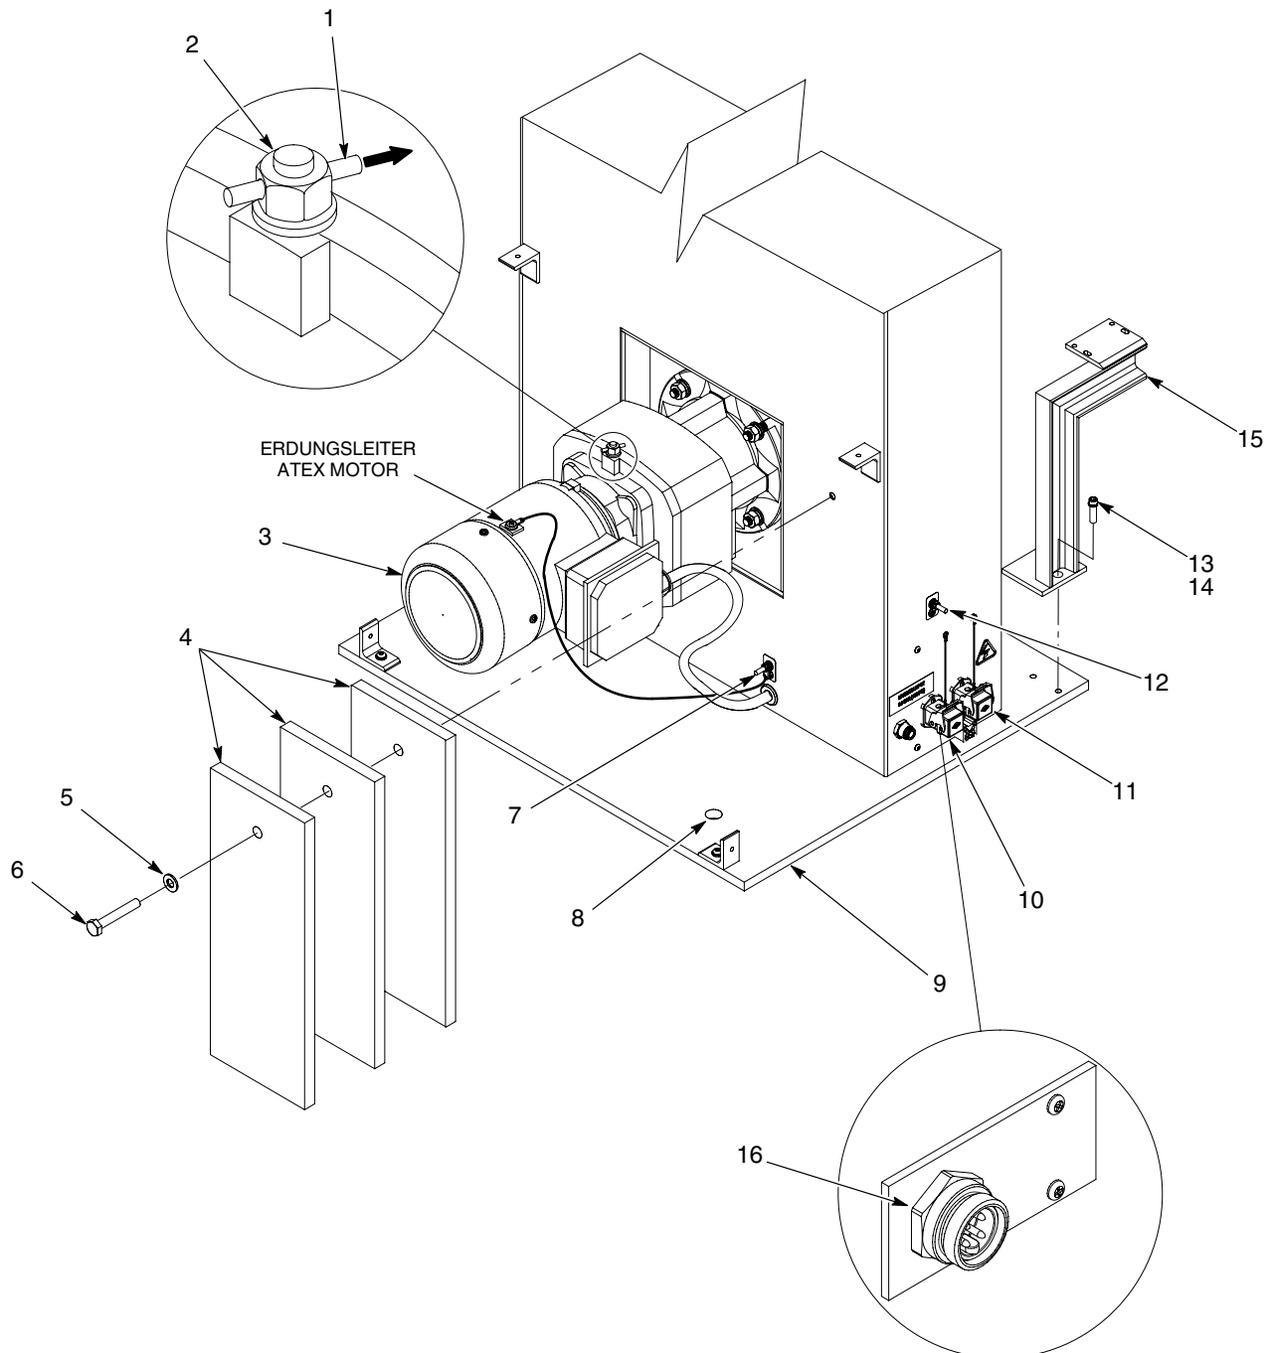

Abb. 3 Installation
- b. Siehe Abbildung 3. Die Gegengewichte (4) mit der Schraube (6) und den Sicherungsscheiben (5) am Oszillationshubwerk installieren. Die Schraube fest anziehen.
2. Bei Montage des Hubwerks am Boden oder auf einem festen Ständer die vorhandenen vier Montagebohrungen (8) verwenden. Wenn erforderlich, neue Bohrungen in der Basis oder im Boden anbringen. Zum Befestigen des Hubwerks Befestigungselemente der richtigen Größe verwenden.
Siehe Abbildung 3. Das Hubwerk erden, indem der Erdungspfosten (7) mit einer guten Erdung verbunden wird. Erdung prüfen und sicherstellen, dass sie die örtlichen Vorschriften erfüllt.
- a. Siehe Abbildung 3. Das kundenseitig bereitgestellte Netzkabel von der Systemsteuerung mit dem Steckverbinder (10) verbinden.